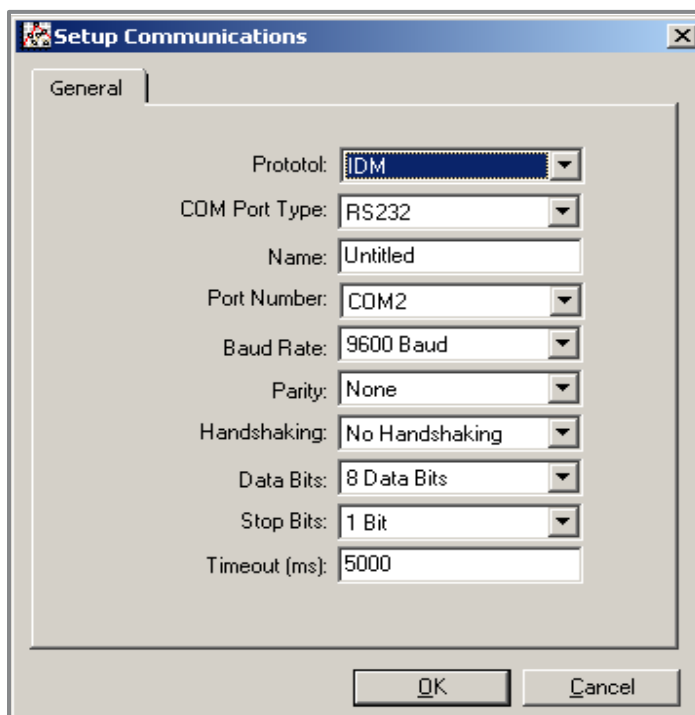

Рисунок 21: Окно «Setup Communications» (Настройка связи)
2. Выберите пункт «*New*» (Новый) в меню «*Edit*» (Редактирование) (см. рис. 21).